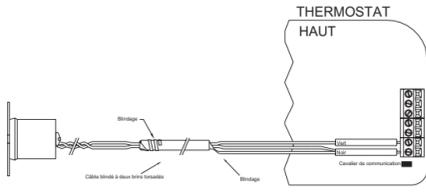

Figure 14 – Connexions à un Senseur de Température à distance
Faites les connexions sur les terminaux Vert et Noir sous la section marquée « Senseur Temp. Distance » sur la plaque du terminal correspondant - Voir Figure 14.
- En branchant un Senseur de Température à distance, le câble blindé et l'un des câbles du Senseur de Température à distance sont attachés ensemble et connectés à la borne noire – Voir Figure 14.